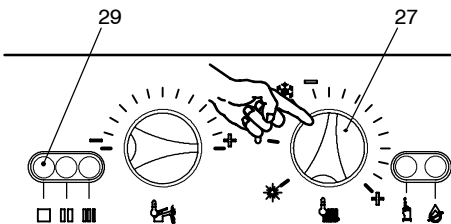

fig. 6.7
- 19 Nel pannello comandi ruotare il selettore di funzione 27 come in fig. 6.7